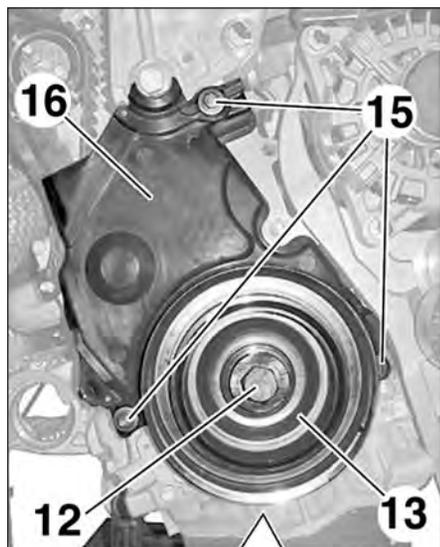

FIG.11
- la vis de la poulie (12) de vilebrequin avec son entretoise (Fig.11),
- la poulie (13),
- la cible du capteur régime moteur (14),
- les 3 vis (15) du carter inférieur de distribution (16),
- le carter inférieur de distribution (16),